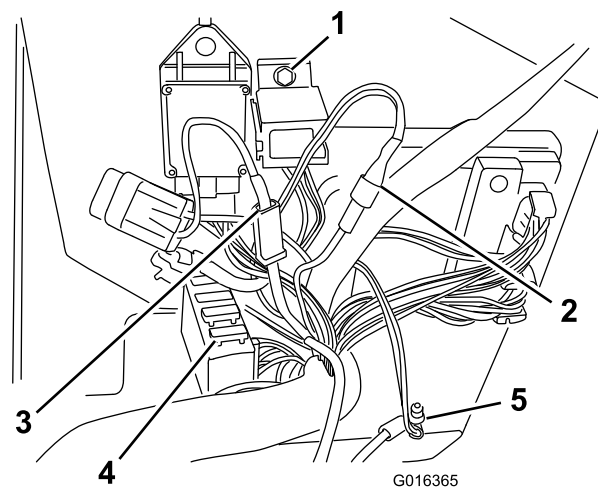

Figure 15
**Remarque:** Fixez les bornes en anneau à la position indiquée sur la partie inférieure du panneau (Figure 15).
4. Fixez la base du relais de clignotant à la position indiquée sur le panneau latéral avec un boulon à tête hexagonale (M5 x 16), un contre-écrou (M5) et 2 rondelles (M5) (Figure 15).
6. Branchez le double fil rose (languette mâle) au fil rose du faisceau de câblage principal (prise femelle) (positif commuté) comme indiqué à la Figure 15.
7. Branchez le fil rouge (languette mâle) au fil rouge du faisceau de câblage principal (prise femelle) (positif commuté) comme indiqué à la Figure 15.
8. Remplacez le fusible de 10 A par le fusible de 20 A fourni dans le kit (Figure 15).